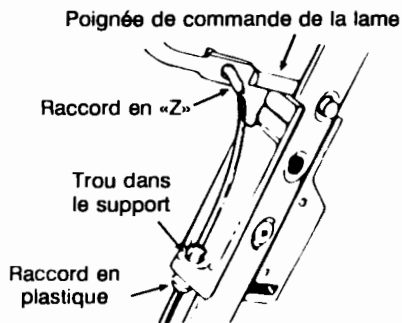

Figure 3
- Le câble de frein est attaché au moteur et l'autre extrémité est munie d'un raccord en «Z». Passez le câble au-dessus du guidon inférieur. Glissez l'extrémité du câble dans le trou du support de la câble, comme la figure 3. Poussez le raccord en plastique jusqu'à ce qu'il se bloque dans le trou du support.
- Écartez la poignée de commande du guidon supérieur. Accrochez l'extrémité en «Z» du câble de frein dans le trou de la poignée de commande de la lame, de l'extérieur vers l'intérieur, comme la figure 3.